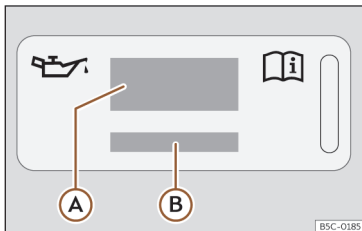

Fig. 198 No compartimento do motor: etiqueta de óleo do motor
Legenda da >>> **Fig. 198:**
Se tiver de adicionar óleo do motor, utilize um dos óleos indicados na etiqueta >>> **Fig. 198**. A etiqueta com a norma prescrita encontra-se na parte da frente do compartimento do mo-
- Se faltar a etiqueta com a especificação do óleo do motor >>> Fig. 198, contacte uma oficina especializada.